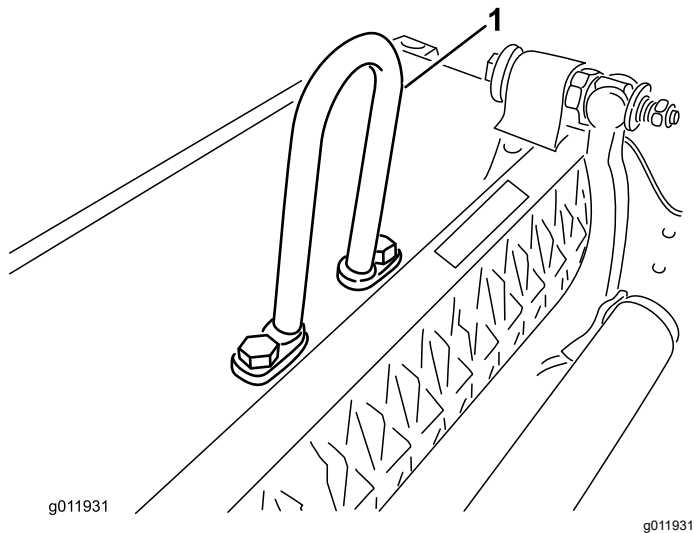

图 5
- 图 5中所示的**环形链节**零件号 105-5740 用于 Greensmaster 3000、3000-D、3050、3100、